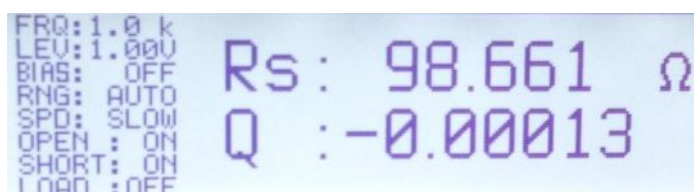
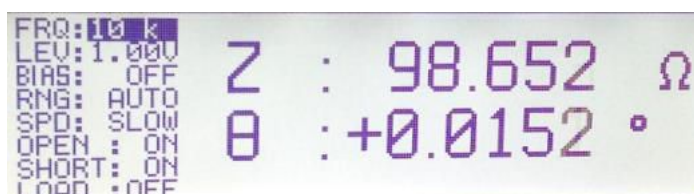

Рис. 2-6 – Отображение измеренного сопротивления и добротности для резистора на частоте 1 кГц
Рис. 2-7 – Отображение измеренного импеданса и фазового сдвига для резистора
- В режиме Auto, который включен по умолчанию, автоматически будет выбрана нужная измерительная функция (см. рис. 2-8 и раздел 2.1.2.1). В этом случае отобразится значение R-Q, т.е. сопротивление R и добротность Q (рис. 2-6). Другие параметры, такие как импеданс и фазовый сдвиг можно отобразить с помощью нажатия клавиши и выбора подходящей измерительной функции согласно описанию в руководстве по эксплуатации. В случае идеального резистора фазовый сдвиг составляет 0°. На рис. 2-7 показан пример измерения реального резистора, у которого фазовый сдвиг равен 0,0152°.